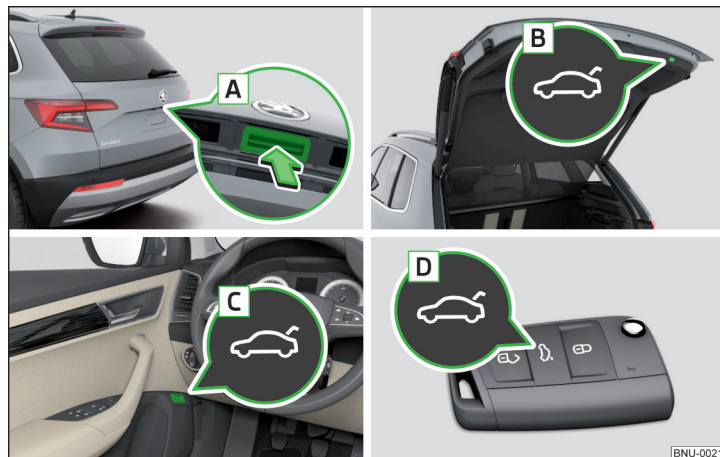

Fig. 55 Manejo de la tapa
- ▶ Presionando el tirador **A** » fig. 55.
- ▶ Presionando la tecla **B** » fig. 55.
- Presionando la tecla **B** » fig. 55.
- Se desactiva la tecla **A** » fig. 55 cuando se arranca o a partir de una velocidad de más de 5 km/h. Después de parar el vehículo y abrir una puerta se volverá a activar la tecla.
- Mantener pulsada la tecla **B** » fig. 55 de la pág. 67 hasta que suene una señal acústica.
|                                                              | Pulse el tirador A » fig. 55 de la pág. 67 y tire la tapa hacia arriba |